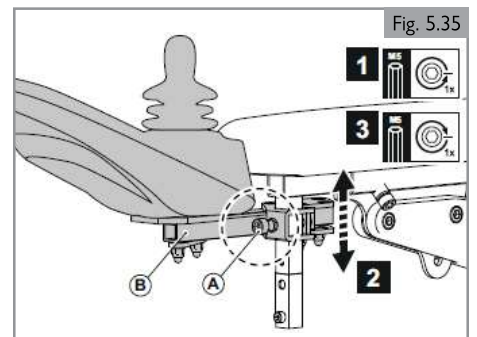

Fig. 5.35
1. Afloje (A) una vuelta.
2. Ajuste (B) en la posición deseada.
3. Apriete (A).
#### Altura del mando de control (1) (Fig. 5.35)